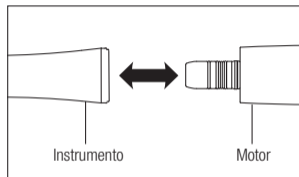

Fig. 1
- 1) Una o instrumento diretamente ao motor (Fig. 1).